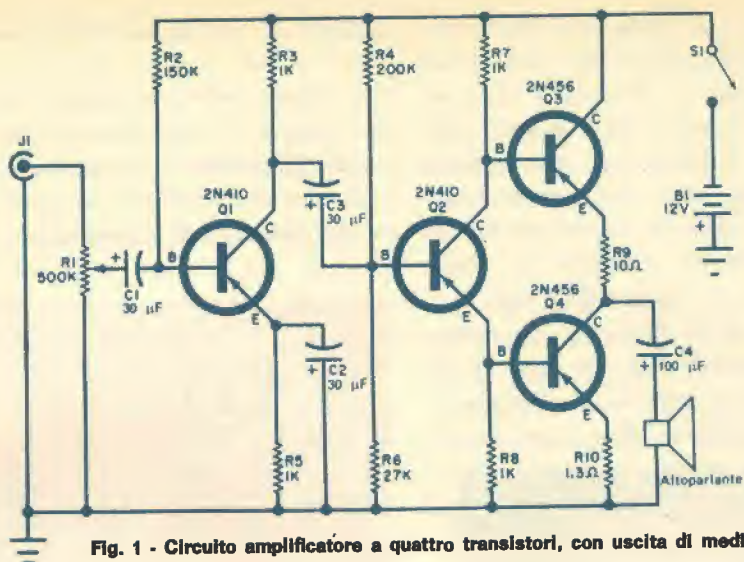

Fig. 1 - Circuito amplificatore a quattro transistori, con uscita di media potenza.
**Circuiti a transistori** - Nella *fig. 1* è illustrato un circuito amplificatore BF a quattro transistori per applicazioni di bassa e media potenza. A prima vista questo circuito sembra molto simile al progetto a quattro transistori presentato sul numero di Marzo 1967 di *Radiorama* (pag. 61) ed intitolato "Amplificatore a transistori per fonovaligie". Un esame più attento tuttavia rivelerà molte importanti differenze tra i due progetti. In quello che presentiamo in questo articolo infatti sono usati amplificatori d'uscita singoli in classe B anziché in push-pull, e vengono adottati uno stadio pilota invertitore di fase ed un differente sistema di polarizzazione.